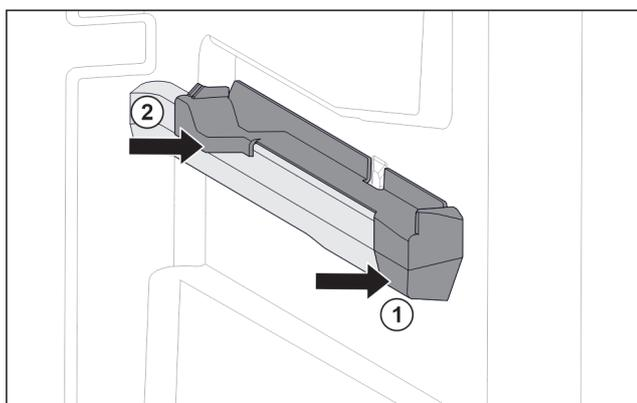

Fig. 108 右侧容器肋梁上的插装件
- ▶ 将插装件前部放到容器肋梁上。 Fig. 108 (1)
- ▶ 压紧插装件后部。 Fig. 108 (2)